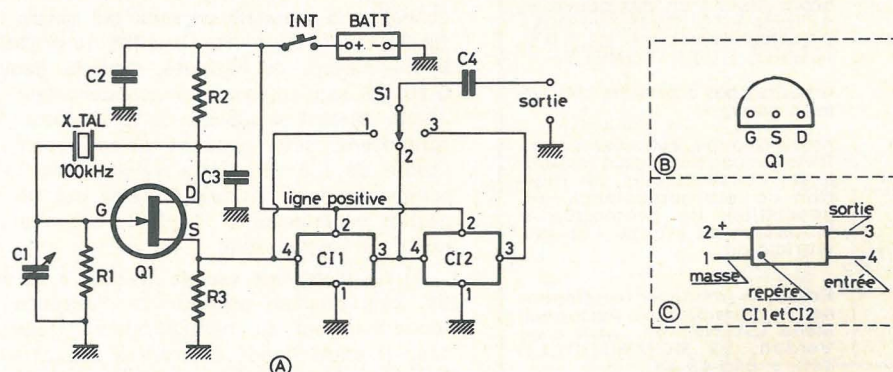

Figure 1
Voici à la figure 1 un montage de ce genre proposé par Paul Franson de la Société Motorola américaine (représentée en France, à Paris) et dont la description a paru dans « Radio Electronics » d'avril 1973.
Ce montage se base essentiellement sur l'emploi du nouveau CI de Motorola, type MFC 4040, diviseur de fréquence à un seul étage. En (C) de la figure 1 on donne l'aspect de son boîtier rectangulaire et son brochage. Ce CI possède quatre broches repliées vers le bas.
Le brochage du FET, du type 2N 5009 (ou du type HEP 802 ou encore MPF 102), tous des Motorola, est donné en (B) figure 1 : D = drain, S = source, G = grille (ou gate ou porte).